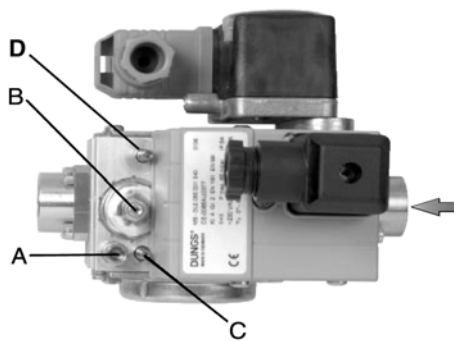
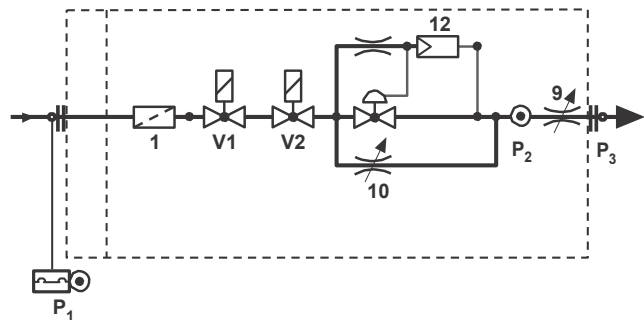

Fig. 8 - DUNGS MBC 65-DLE
Fig. 9
- A. Raccord de pression P2 (Fig. 9) avant de la vanne D
- C. Soupape d'allumage (n.10 sur la Fig. 9)
- D. vanne de débit maximum (n.9 sur la Fig. 9)
- Dévisser la vis A (Fig. 8) du point de prise de pression et raccorder le manomètre;
- régler le régulateur de pression au minimum en tournant la vis de réglage B (Fig. 8) dans le sens contraire des aiguilles d'une montre;
- régler la flamme pendant la phase d'allumage à l'aide du by-pass C (voir Fig. 9 n.10). En tournant dans le sens des aiguilles d'une montre, le débit de l'unité diminue, alors qu'il augmente en tournant dans le sens inverse des aiguilles d'une montre. Il est recommandé de ne pas dépasser avec le débit d'allumage, sous peine de l'inefficacité du stabilisateur B (Fig. 8).
Tourner le régulateur de pression jusqu'à ce que le débit souhaité soit atteint à l'aide de la vis de réglage B (Fig. 8) : pour augmenter le débit, appuyer sur le bouton. Tourner la vis dans le sens des aiguilles d'une montre pour réduire le débit, tourner la vis dans le sens inverse des aiguilles d'une montre pour réduire le débit.
La vanne de régulation D du réducteur de débit de gaz principal est complètement ouverte en usine : sa position n'est pas doit être modifié. Une fois tous les réglages effectués, retirer le manomètre et revisser la vis de fermeture A (Fig. 8) dans la chambre de mesure.
Le réducteur de débit de gaz principal D a été complètement ouvert en usine: sa position ne doit pas être modifiée. Une fois tous les réglages effectués, serrer la vis de fermeture A (Fig. 8).dans la prise du manomètre..